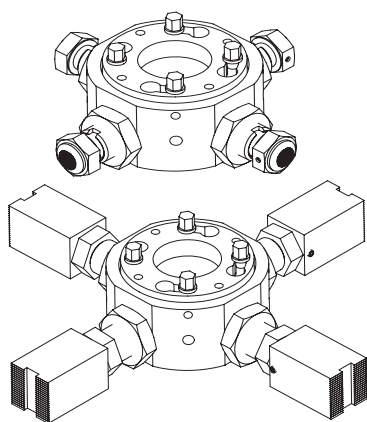

Figura 10: Disposiciones de sujeción
4. Atornille las barras de ajuste a la base del anillo de ajuste MMI 2425 y, utilizando cuatro pernos MMI 2109, fije el anillo de ajuste a la base, asegurándose de que las barras sobresalgan del diámetro del orificio al menos 25 mm (1,0"). Consulte la Figura 10.